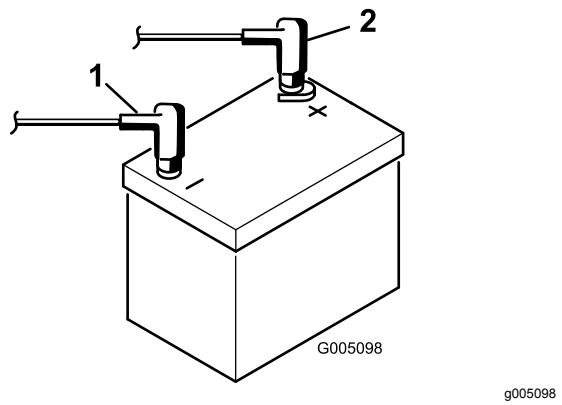

Рисунок 7
9. Подсоедините положительный кабель (красный) к положительной клемме (+), а отрицательный кабель (черный) – к отрицательной (-) клемме аккумуляторной батареи и закрепите их болтами и гайками (Рисунок 7). Наденьте на положительную клемму резиновый чехол для предотвращения возможного замыкания на массу.